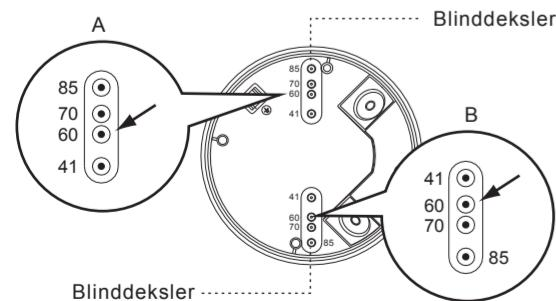

FIG.13-A
4.4.3.1 Det er 4 par utslagbare blinddeksler med ulik avstand fra 41 mm til 85 mm på koblingsboksen, som kan brukes til ulike monteringsapplikasjoner (se FIG.13-A). Velg to av samme tall på begge sider for tilsvarende avstand for festning (se FIG.13-B).